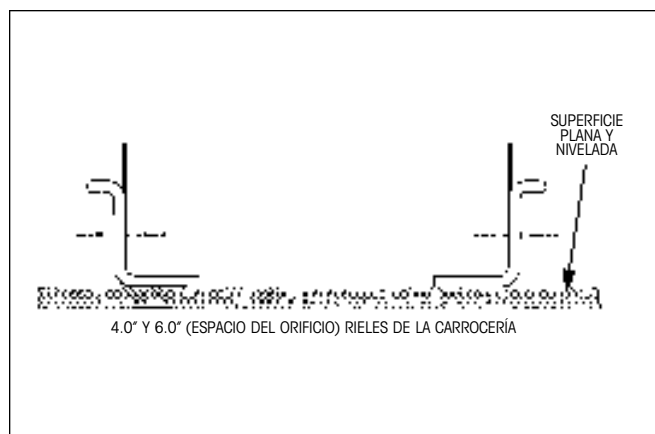

Figura 29. Posiciones del riel de la corredera de la carrocería
1. Coloque los dos rieles del deslizable hacia abajo (pestaña larga apuntando hacia abajo) en una superficie plana y nivelada, separados aproximadamente el ancho del cuadro del deslizable (Figura 29). Es importante que la superficie se encuentre nivelada para evitar una posible posición no paralela (tanto horizontal como vertical) de los rieles de la carrocería.